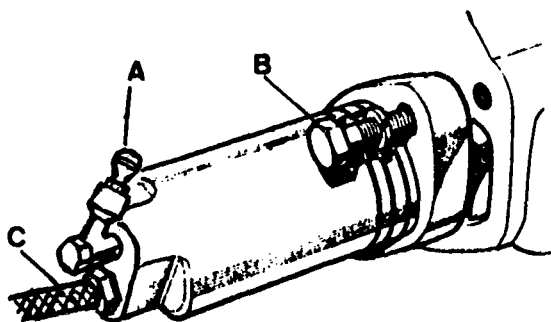
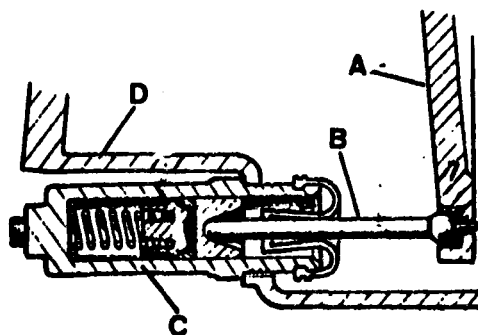

Fig. B-18 Cilindro auxiliar
Fig. B-19 Montaje del cilindro auxiliar
- 1.1. A través de la válvula de purga, A (Fig. B-18) extraer todo el líquido del circuito.
- 1.2. Desconectar el latiguillo C (Fig. B-18) del cilindro auxiliar.
- 1.3. Desmontar el cilindro auxiliar, aflojando los tornillos, B (Fig. B-18).
- 2.1. Posicionar el cilindro auxiliar C (Fig. B-19) en su alojamiento en el cárter - del embrague, D, centrando la varilla de empuje, B sobre el cuerpo del cilindro y posicionando la válvula de purga en la parte superior (Fig. B-18).
- 2.2. Montar y apretar los tornillos de fijación B (Fig. B-18).
- 2.3. Conectar el latiguillo C (Fig. B-18) al cilindro auxiliar.